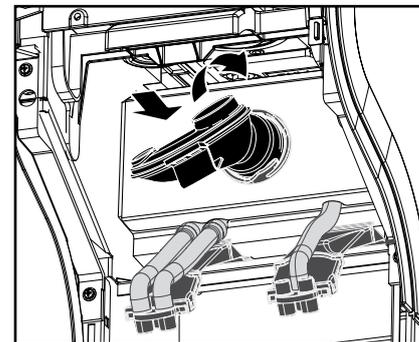

Fig. 30
- g. Remettez l'insert mixte avec la bague d'étanchéité en place et tournez-le dans le sens des aiguilles de la montre jusqu'à la butée (fig. 30).